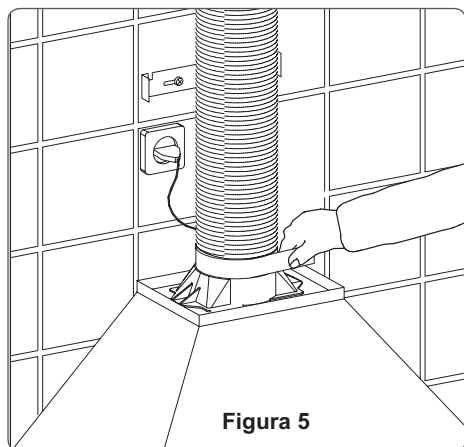

Figura 5
- 6 Encaixe o duto no suporte e fixe-o (figura 5).